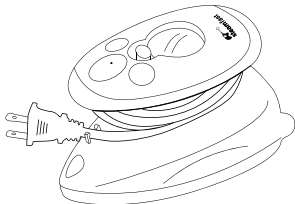

FIGURA 5
5. Enrolle el cable de alimentación alrededor de la base del mango y sujete el extremo en la presilla del cable de alimentación como se muestra (FIGURA 5). Coloque la unidad y el recipiente medidor dentro de la bolsa de viaje y guárdelo en un lugar fresco y seco.